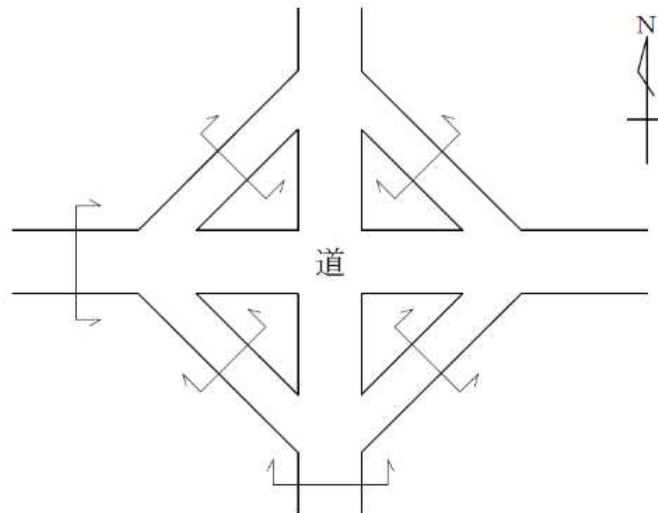

図 2－3 断面の測定方向
- 4) 測点ごとに横断面図を書き、断面の測定方向は図 2－3 に示す通りとする。ただし、同一路線の場合は、断面の切り方は同一方向とする。